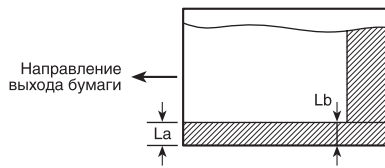

Рис. 25. Измерение участков черного фона на переднем и заднем краях копии
3. Измерьте участки черного фона на переднем и заднем краях копии (рис. 25). Если ширина La равна ширине Lb , то регулировка не требуется.